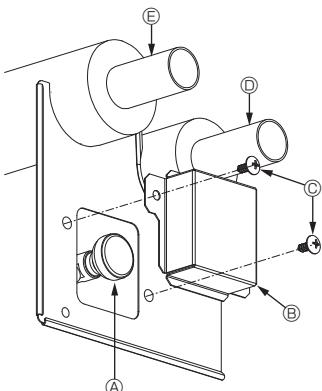

Fig. 7-1
7.2.2. V  lvula de salida de aire de la unidad interior (Fig. 7-1)
- ① Retire la cubierta de la v  lvula de purga de aire.
- ② Gire el mando de la v  lvula de purga de aire para liberar el aire.